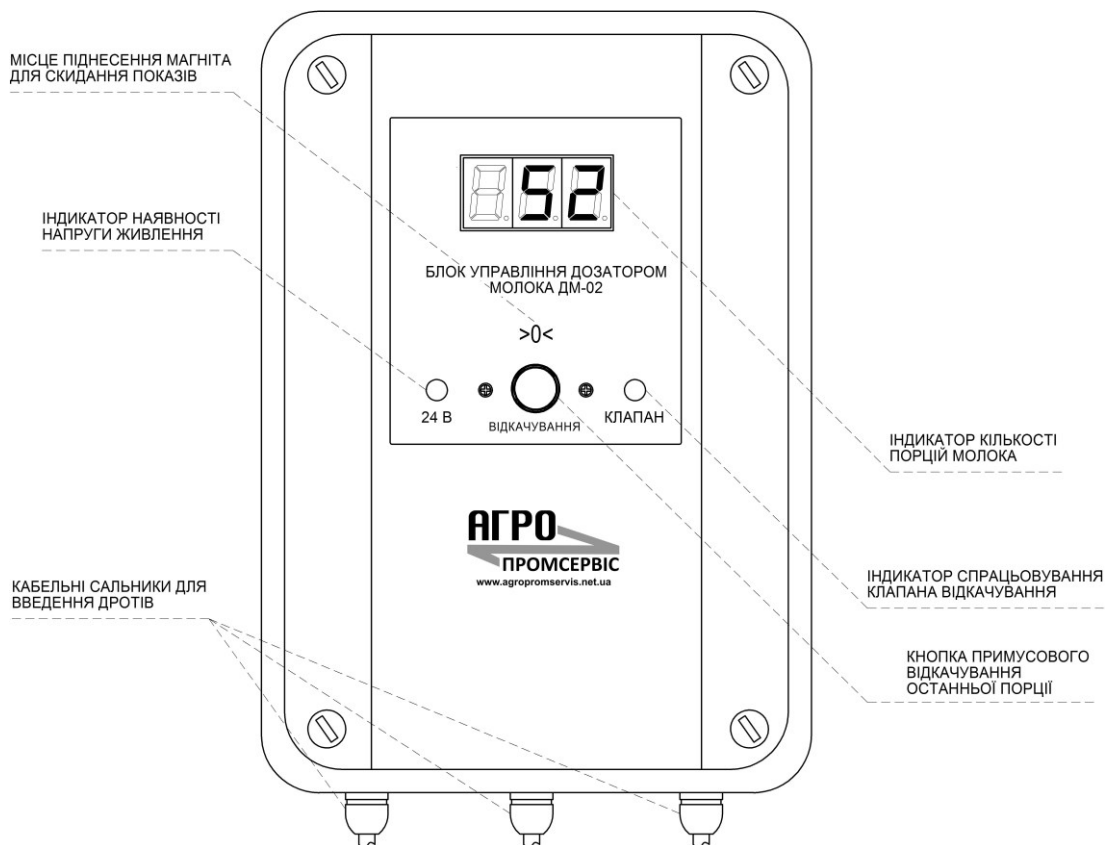

Рисунок 1 - Блок управління дозатором молока ДМ-02. Зовнішній вигляд.
3. Після подачі напруги живлення світиться світлодіод «24 В» на фронтальній панелі пристрою (рис. 1) та відбувається тестування індикатора. Під час тестування цифри в усіх розрядах індикатора послідовно змінюються від «0» до «9». Після закінчення тестування пристрій готовий до роботи і на індикаторі кількості порцій молока (рис. 1) відображаються або нульові покази, або результати попереднього доїння (у випадку, якщо після останнього доїння покази не були скинуті). Для скидання показів необхідно піднести магніт до символу >0< на фронтальній панелі пристрою (рис. 1). Коли магніт піднесений до символу >0<, на індикаторі відображається «000». Цей режим можна використовувати для перевірки працездатності геркона.
4. В процесі доїння відбувається періодичне наповнення резервуара дозатора порцією молока до певного рівня, після чого порція скидається в молокопровід шляхом включення електроклапана, при цьому здійснюється підрахунок порцій молока. Час скидання визначається встановленим під час монтажу значенням. Спрацювання електроклапана відображається відповідним світлодіодом «КЛАПАН» (рис. 1).
5. Після завершення доїння необхідно скинути в молокопровід останню неповну порцію молока. Для цього необхідно натиснути кнопку «ВІДКАЧУВАННЯ» на лицьовій панелі пристрою (рис. 1). Після цього кількість підрахованих порцій молока збільшиться на одиницю. Подальше натискання цієї кнопки буде приводити до спрацювання електроклапана "ВІДКАЧУВАННЯ", але покази змінюватися не будуть.